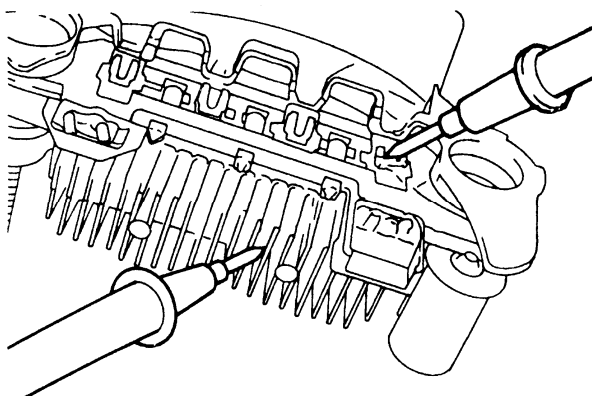

图 9-45
② (-) 散热片的检查, 应检查 (-) 散热片与定子线圈导线连接端子间的导通状况。如两端导通则是二极管短路, 应更换整流器 (见图 9-45)。